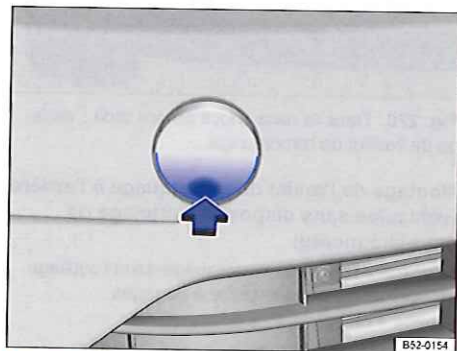

Fig. 267 Dans le pare-chocs avant droit : dépose du cache
- Appuyez sur la zone inférieure du cache ⇒ **fig. 267** (flèche) pour défaire le crantage du cache.